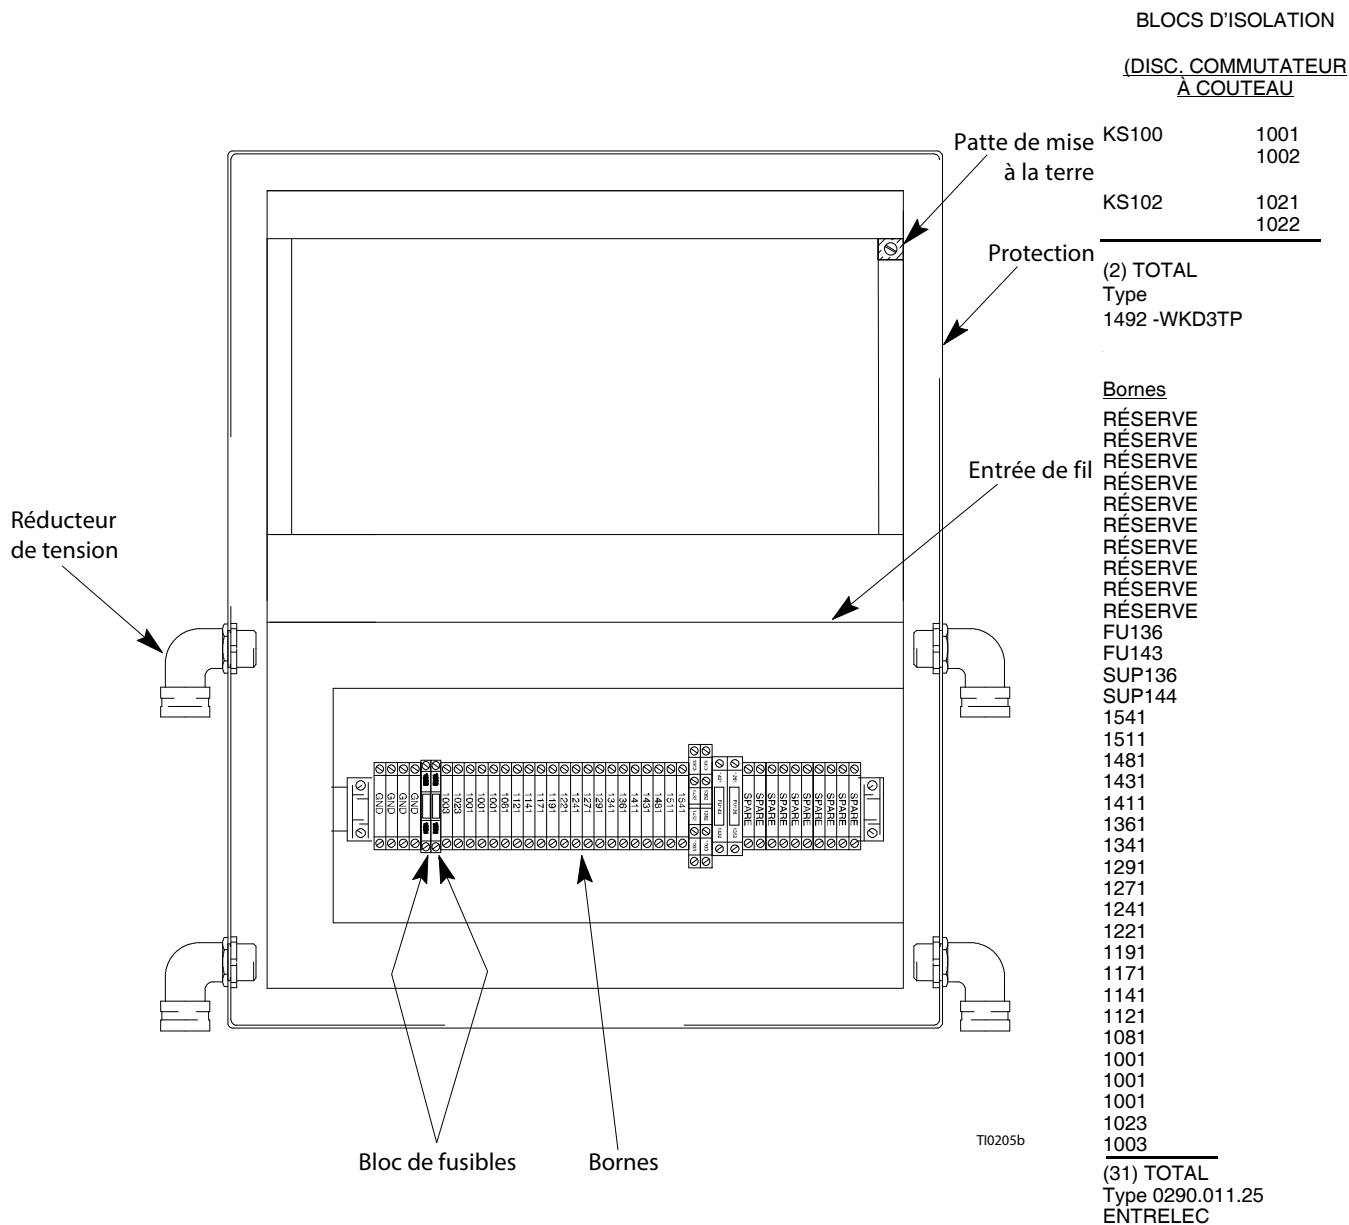

Fig. 4
1. *Pompe* : utiliser un câble de terre avec un collier de serrage. Consultez la Fig. 4. Vérifier si la vis de mise à la terre (GS) est correctement fixée et serrée sur le moteur pneumatique. Raccordez le collier de serrage (U) du câble de terre (H) à une véritable prise de terre. Pour passer commande du fil et de la pince de terre, commander la référence 244524.